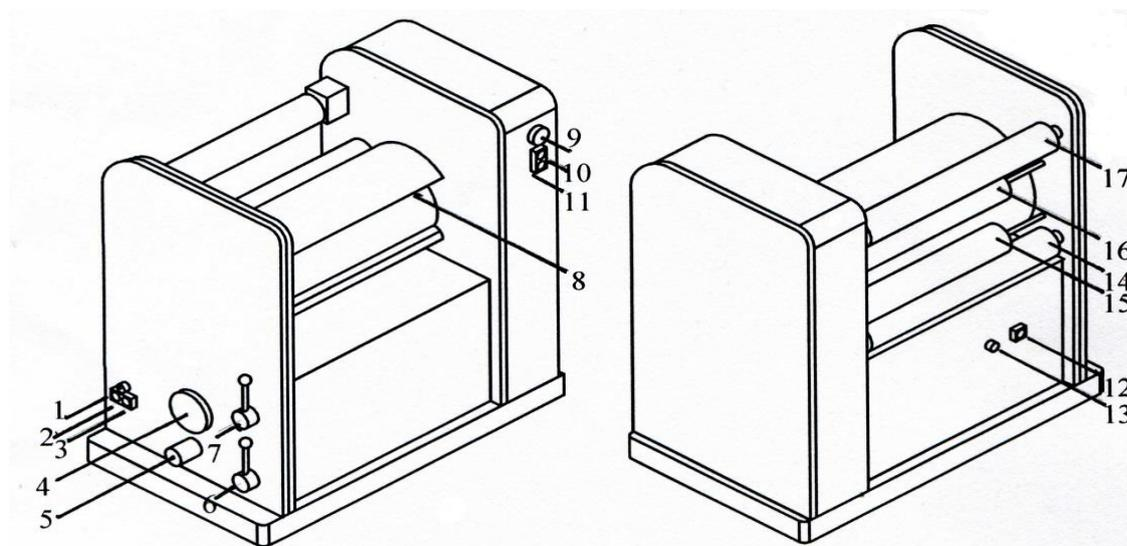

图2 印刷适性仪
5.1.1.4.2 印刷适性仪：压印速度 $0.2\text{ m/s}\sim 1.6\text{ m/s}$ ，压印线压力： $0\text{ kgf/cm}\sim 15\text{ kgf/cm}$ 。（见图2）
5.1.2.4.1 印刷适性仪：压印速度 $0.2 \text{ m/s} \sim 1.6 \text{ m/s}$ ，压印线压力： $0 \text{ kgf/cm} \sim 15 \text{ kgf/cm}$ 。（见图 2）
- 5.1.2.5.1.1 先将印刷适性仪（见图2）试验机开动，把胶辊、钢辊及手摇夹纸器等部件擦洗清洁，并确认胶辊与铜辊左右两端的压力均衡。